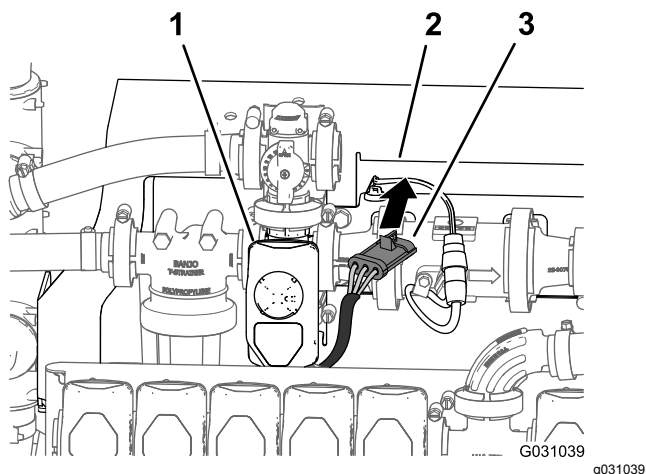

図 102
5. 攪拌バルブ用ハーネスの3ピンコネクタを、マニホルドマウントの前方に配設する 図 102。